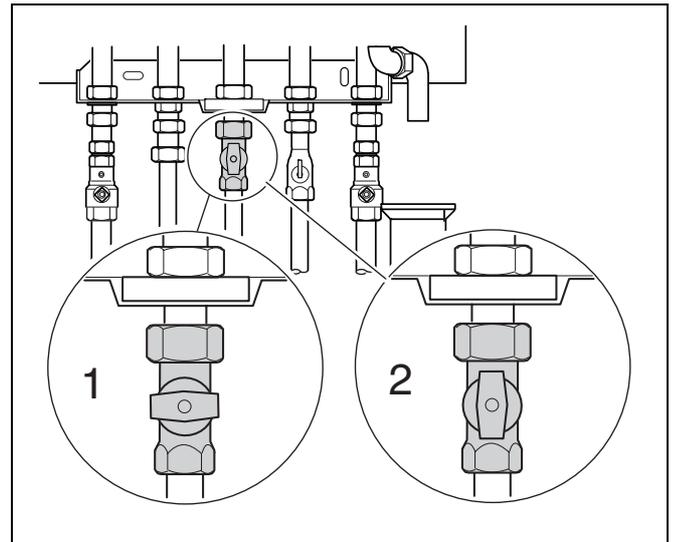

Fig. 20 Robinet de gaz
- Fermer le robinet de gaz (fig. 20, pos. 1).
- Ouvrir le robinet de gaz (fig. 20, pos. 2).
- Fermer le robinet de gaz sous l'appareil (fig. 20, pos. 1).